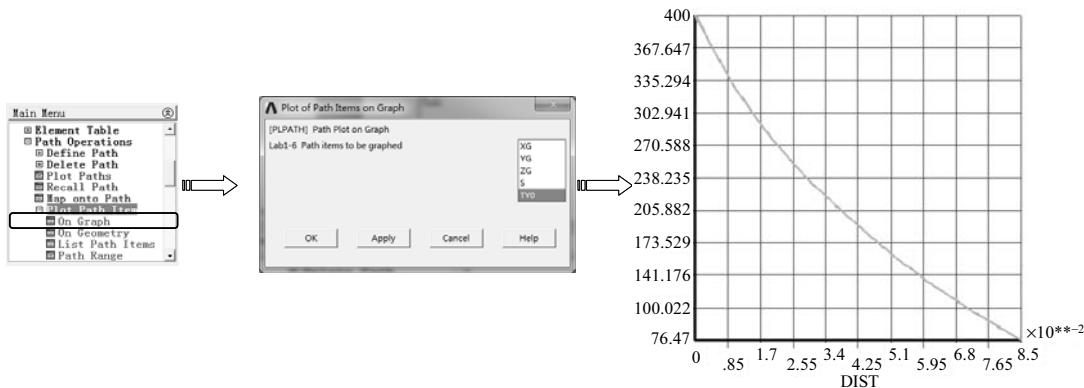

图 5-19 显示径向温度分布的曲线图
(1) 路径曲线图 选择“Main Menu>General Postproc>Path Operation>Plot Path Item>On Graph”命令，弹出“Plot of Path Items on Graph”对话框，在“Path items to be graphed”列表中选择路径“TY0”，单击“OK”按钮，显示温度随距离的变化，如图5-19所示。